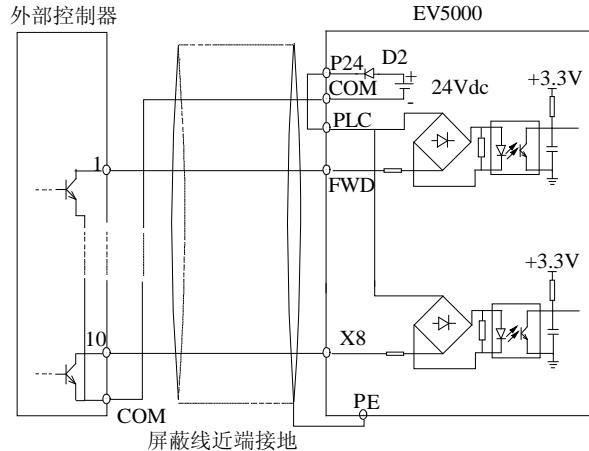

图 4-23 使用变频器内部+24V 电源的源极连接方式
- 1) 使用变频器内部+24V 电源，外部控制器为 NPN 型的共发射极输出的连接方式，如图 4-23 所示。